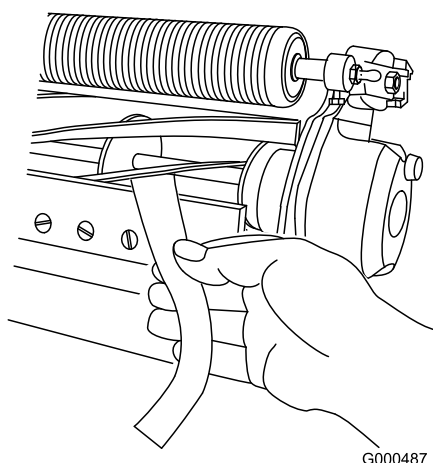

Figura 5
11. Verificate le prestazioni di taglio inserendo una lunga striscia di carta di verifica del taglio (n. cat. Toro 125-5610) tra il cilindro e la controlama, perpendicolarmente alla controlama (Figura 5). Ruotate lentamente il cilindro in avanti; questa operazione dovrebbe tagliare la carta.